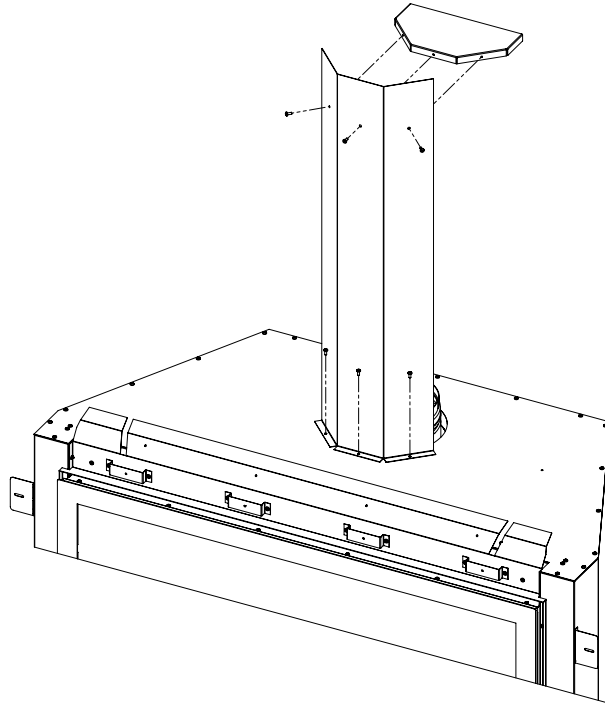

Figure 43: Boucliers D'évent
Toutes les configurations d'aération nécessitent l'installation de la ventilation verticale de l'écran thermique. Déposer les trois (3) T-20 à partir de leurs emplacements respectifs et utiliser pour fixer la protection en position (voir Figure 43).
L'évent horizontal protection thermique est nécessaire uniquement pour les configurations d'élévation verticale minimale. Utiliser trois (3) T-20 fourni pour le fixer à l'écran thermique d'aération verticale (voir Figure 43).